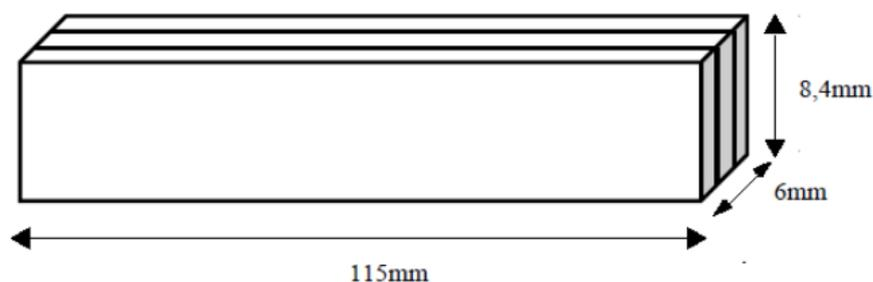

Figura 2 - Número de palitos de picolé por barra
3.4 Os protótipos deverão ser construídos com barras que possuam seções transversais de, **no máximo, 3** palitos de picolé, conforme ilustra a Figura 2 abaixo.